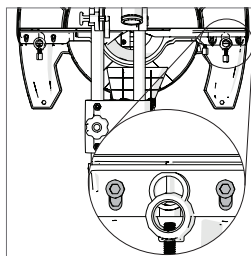

Fig. 18
- La battuta è fissata mediante due viti a brugola, situate su entrambi i lati della battuta in fessure allungate. **(Fig. 18)**